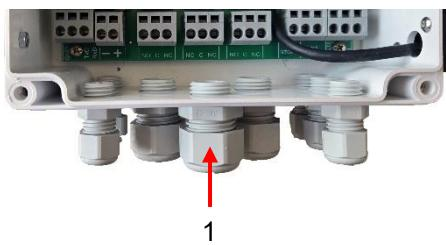

Figura 14
4. Afloje la descarga de tracción de la entrada de cables (1) (tuerca de unión) (véase la figura 14).
6. Apriete la tuerca de unión de la entrada de cables (1) para crear la descarga de tracción.